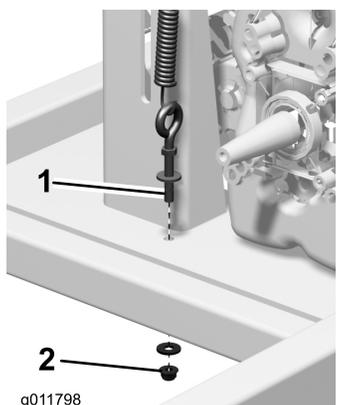

図 56
A. アイ・ボルトについている下側ナットをゆるめてボルトの端まで移動させる図 56。